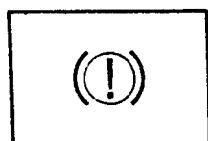

图 1-9 制动警告灯
(2) 制动警告灯(图 1-9)。在点火开关转至运行位置后,制动警告灯应短暂地亮起,然后熄灭。当车辆有故障时,制动警告灯就会发亮,表示需要进行检修。若在汽车行驶中,此灯发亮,并感到制动踏板变硬、变低,制动效果变差,说明制动系统工作不正常,应立即靠边停车,若继续驾驶可能引发故障。若停车后该警告灯一直发亮,或防抱死制动警告灯闪烁,应立即检修。此外,当点火开关接通时,如果进行驻车制动,制动警告灯也亮起,在完全释放驻车制动后,如警告灯仍然发亮,说明制动系统出现故障。